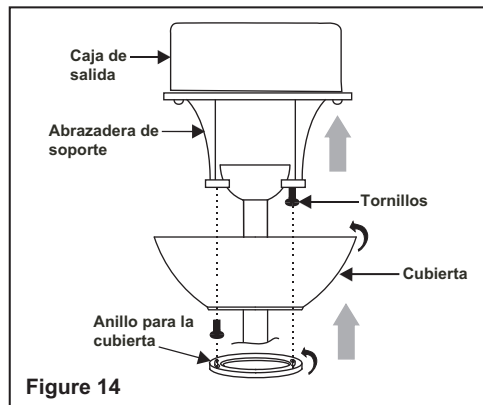

Figure 14
**Paso 2.** Deslice la cubierta hacia arriba hacia el soporte de montaje y coloque el agujero de posición de la cubierta sobre el tornillo del soporte de montaje, gire la cubierta hasta que quede encajada en su lugar en la sección estrecha de los agujeros de posición. (Fig. 14)
3. Coloca los orificios tipo ojo de cerradura en el kit de luces LED sobre los 2 tornillos previamente aflojados de la placa de montaje, gira la placa del luces LED hasta que caiga en su lugar en la parte estrecha de los orificios tipo ojo de cerradura. Asegúrala apretando los 2 tornillos de montaje del kit de luces previamente aflojados y el que se quitó previamente. (Fig. 14)